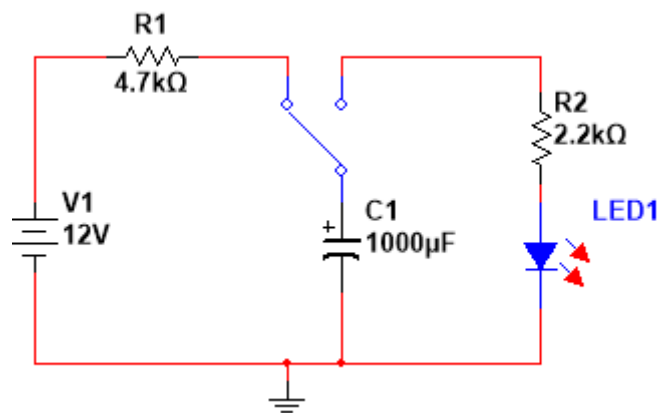

Figura 53: Circuito RC com LED
- Adicione um LED em série com o resistor de  $2k2\Omega$ , como apresentado na Figura 53. Descreva o funcionamento do circuito.